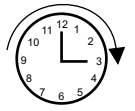

FIG. 17
Mocht de stroomtoevoer komen te ontbreken, dan kan de paal met de hand omlaag worden gebracht door de handelingen getoond in fig.17 te verrichten. Draai eerst de **beschermplug** (1) los, en breng de **ontgrendelings sleutel** in zijn zitting (2) in. Draai de sleutel één omwenteling linksom, zodat het hydraulische circuit (3) gedeblokkeerd wordt; duw de paal vervolgens met de hand omlaag (4) en blokkeer tenslotte het hydraulische circuit door de **ontgrendelings sleutel** rechtsom te draaien (5).